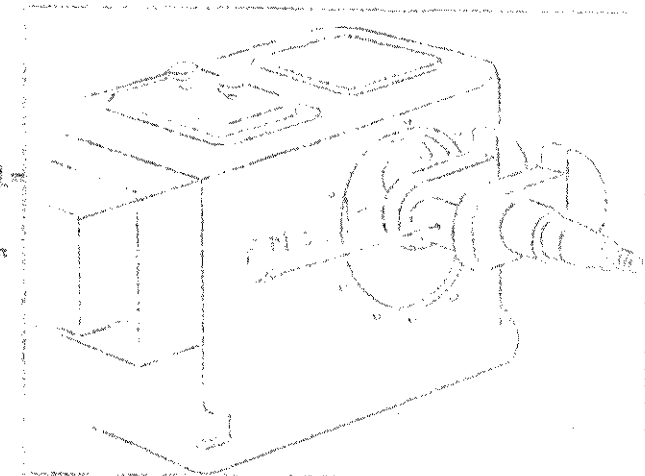

FIG. 10
- 3) Infilare l'albero a gomiti nel basamento, avendo cura che le manovelle siano perfettamente orizzontali (FIG. 10) e con il bottone di manovella del cilindro N° 1 rivolto verso la testa (cioè al punto morto superiore). In tale posizione l'ingranaggio comando distribuzioni calattato sull'albero a gomiti deve impegnarsi esattamente sull'ingranaggio dell'albero a camme.